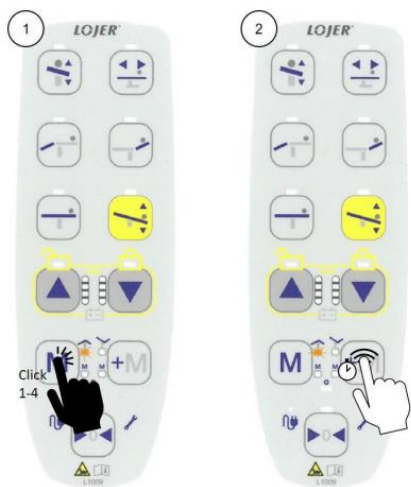

Рисунок 20: Сохранение положения
- Выберите слот памяти с помощью кнопки слота памяти (Рисунок 20 (1)). Под выбранным слотом загорится светодиод. Пользователь не может сохранять положения «Flex» или «Reflex».
- Нажмите кнопку сохранения (Рисунок 20 (2)) и светодиод начнет мигать. Положение будет успешно сохранено, когда мигание прекратится (светодиод будет гореть непрерывно) и стол подаст подтверждающий звуковой сигнал.